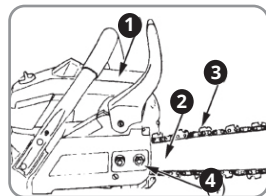

Fig. 1
- Nu atingeți niciodată capacul, lama de ghidare, lanțul de tăiere sau piulița cu mâinile goale în timpul funcționării motorului sau imediat după oprirea acestuia (fig. 1). Acest lucru poate provoca arsuri grave din cauza temperaturii ridicate.